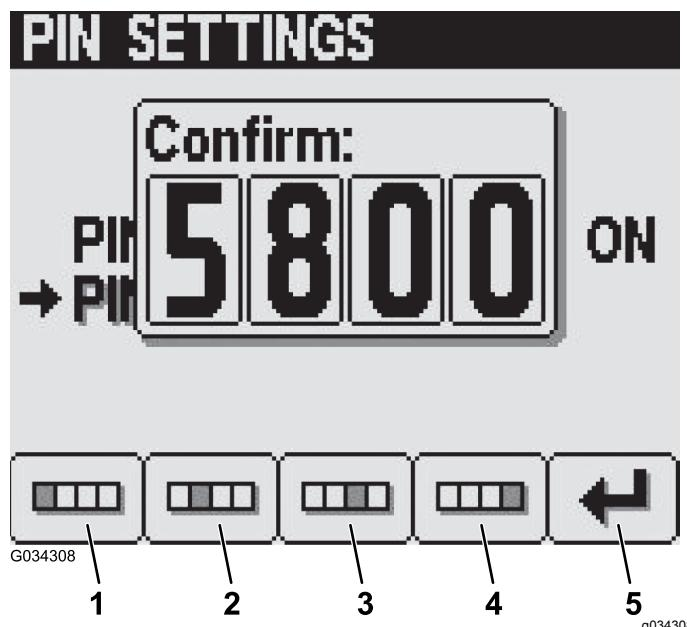

Bild 29
6. Drücken Sie auf dem Bildschirm „Confirm“ die Tasten 1 bis 4, um den neuen PIN-Code einzugeben. Drücken Sie nach dem Eingeben der PIN die Taste 5 (Bild 29).
Hinweis: Nach dem Bestätigen des PIN-Codes (Bild 29) wird der Bildschirm „Pin Correct“ für ungefähr fünf Sekunden angezeigt.